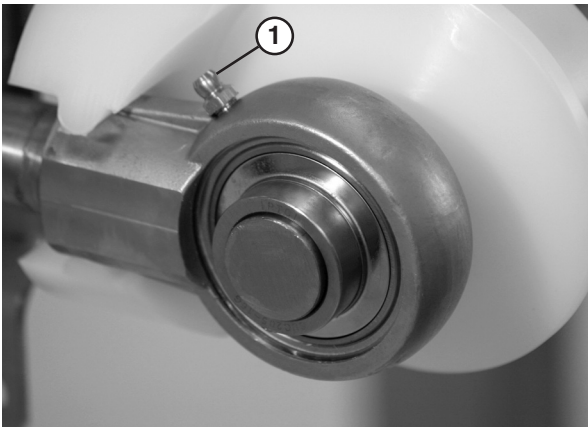

Abbildung 28
1. Tragen Sie mittels eines Schmiernippels (**Abbildung 28, item 1**) Fett auf die Außenseite des Lagerschaftbaugruppe auf.